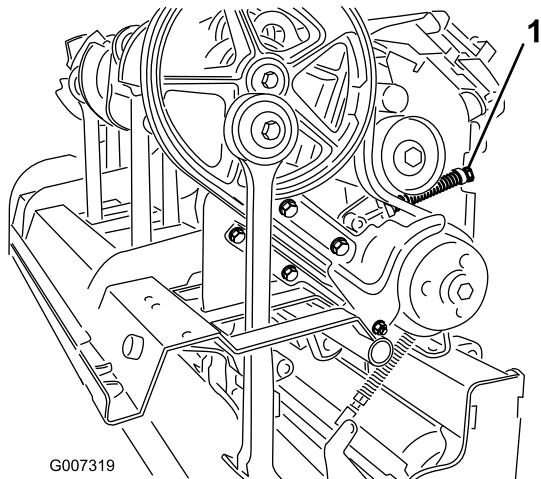

Figura 38
4. Para liberar la tensión del muelle tensor, afloje la contratuerca que sujeta el retenedor del muelle (Figura 38) y gire el retenedor del muelle.